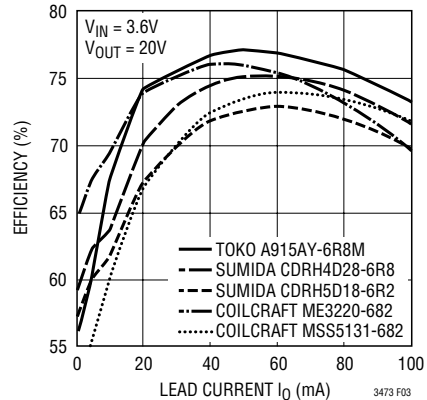

図3. 異なったインダクタの効率の比較
1.2MHzでコア損失とDCR(銅線抵抗)の小さなインダクタがLT3473のアプリケーションには適しています。この条件に合ういくつかの小型インダクタを表1に示します。異なったインダクタの効率の比較を図3に示します。